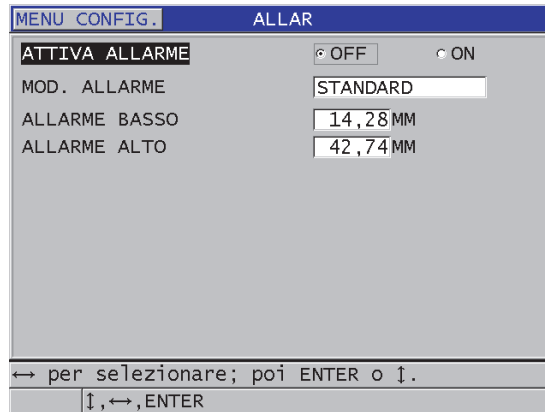

Figura 8-7 Regolazione dell'allarme STANDARD
3. Nella schermata **ALLAR.** (vedi Figura 8-7 a pagina 148):